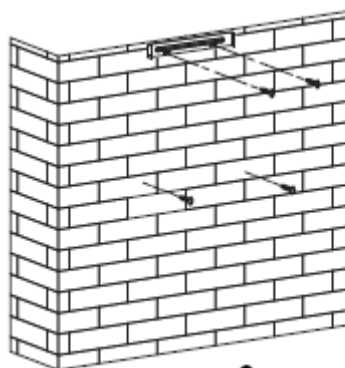

Рис. 2
3. После определения нужной высоты расположения вытяжки, отмерьте местоположение отверстий для крепления прибора и кронштейна внутреннего короба. Просверлите 4 отверстия $\varnothing 8:2$ для крепления кронштейна внутреннего короба и 2 отверстия для крепления корпуса. Следите, чтобы прибор был выровнен в горизонтальной плоскости. Место крепления кронштейна внутреннего короба — самая высокая точка вытяжки. См. рис. 2.
4. С помощью дюбелей закрутите 4 x 30 мм винта в стену, затем с помощью двух винтов 4 мм x 40 мм закрепите кронштейн внутреннего короба на стене. См. рис. 2.